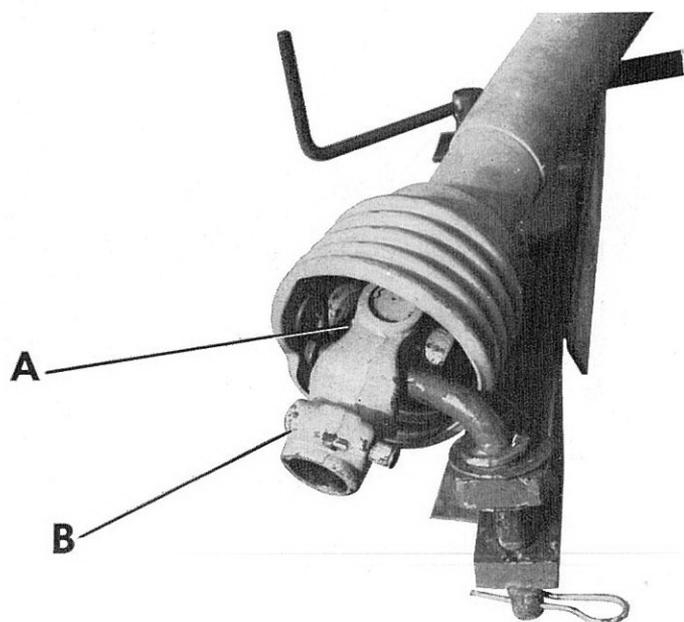

FIG. 17
- Verrou de mâchoire à cardan ..... B fig. 17
- Joint de cardan AV ..... A fig. 17